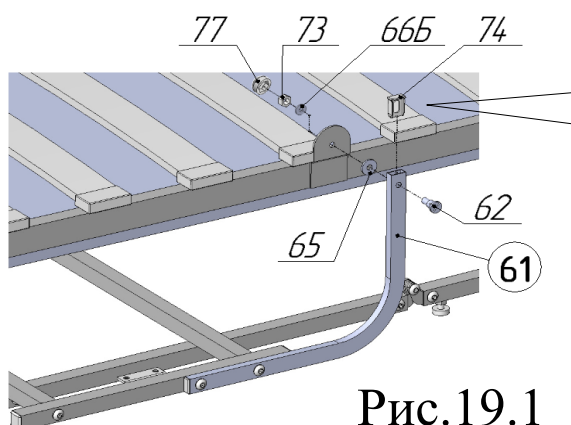
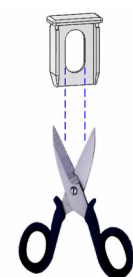

Рис.19.1
Рис.19.2
21. В тяги-уголки поз.61 вставить заглушки 10x20 поз.74, расширив подрезанием места прохождения спецвинта поз.62 (рис.19.2). Между тягой-уголком поз.61 и кронштейном рамы установить шайбу пластмассовую Ø10х18 поз.65 (рис.19.1). Присоединить к раме кровати концы тяг-уголков поз.61. с помощью спецвинтов малых поз.62,